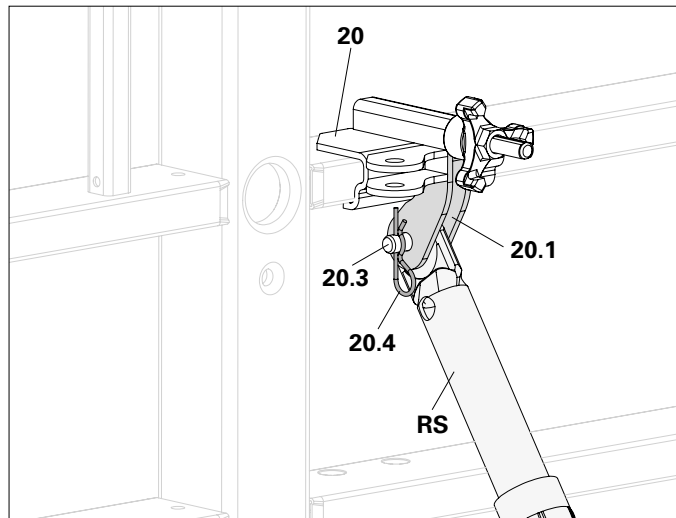

Fig. A6.01c
- Montage horizontal de la fixation d'étais : connecter l'étau tirant-poussant (RS) et les cosses de connexion (20.1) avec les boulons (20.3) et les goupilles de sécurité (20.4). (Fig. A6.01c)